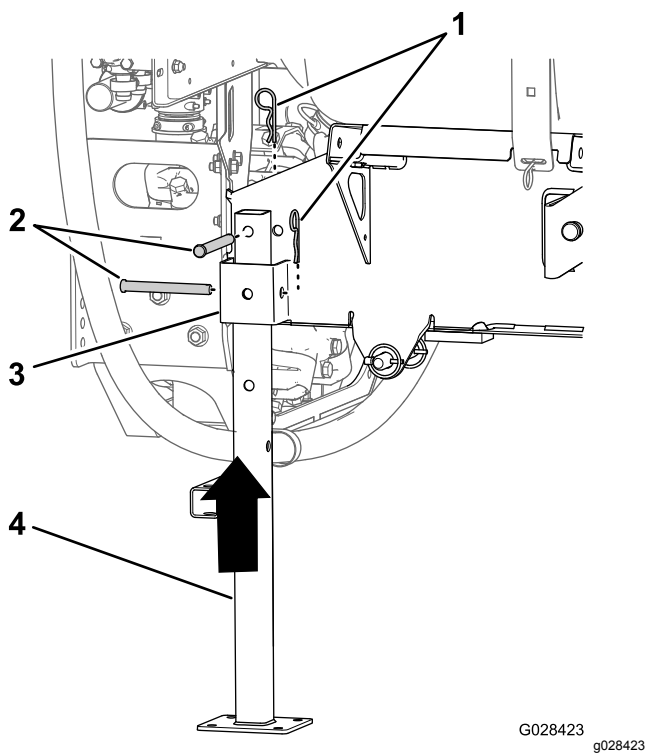

Figure 119
5. Alignez la jambe de support arrière sur le récepteur arrière (Figure 119).
6. Alignez le trou au sommet de la jambe de support et le trou dans le cadre du patin de cuve (Figure 119).
7. Fixez la jambe de support au récepteur et au cadre au moyen de 2 axes de chape et 2 goupilles fendues (5/32" x 2⁵/₈"), comme montré à la Figure 119.